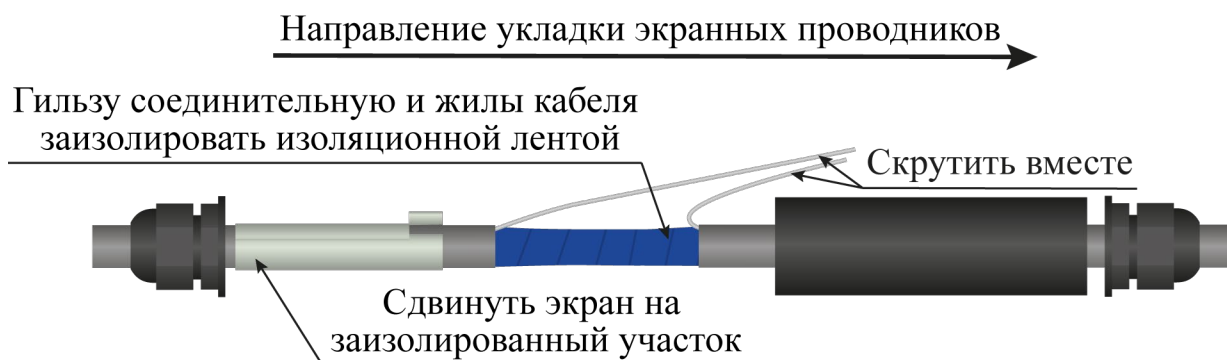

Рисунок 4.20
– гильзу соединительную и жилы кабелей заизолировать изоляционной лентой (рисунок 4.20);
– экранирующие проводники ремонтируемых кабелей уложить в одном направлении, скрутить вместе (рисунок 4.20);
– сдвинуть экран муфты соединительной на место соединения ремонтируемых кабелей (рисунок 4.20);